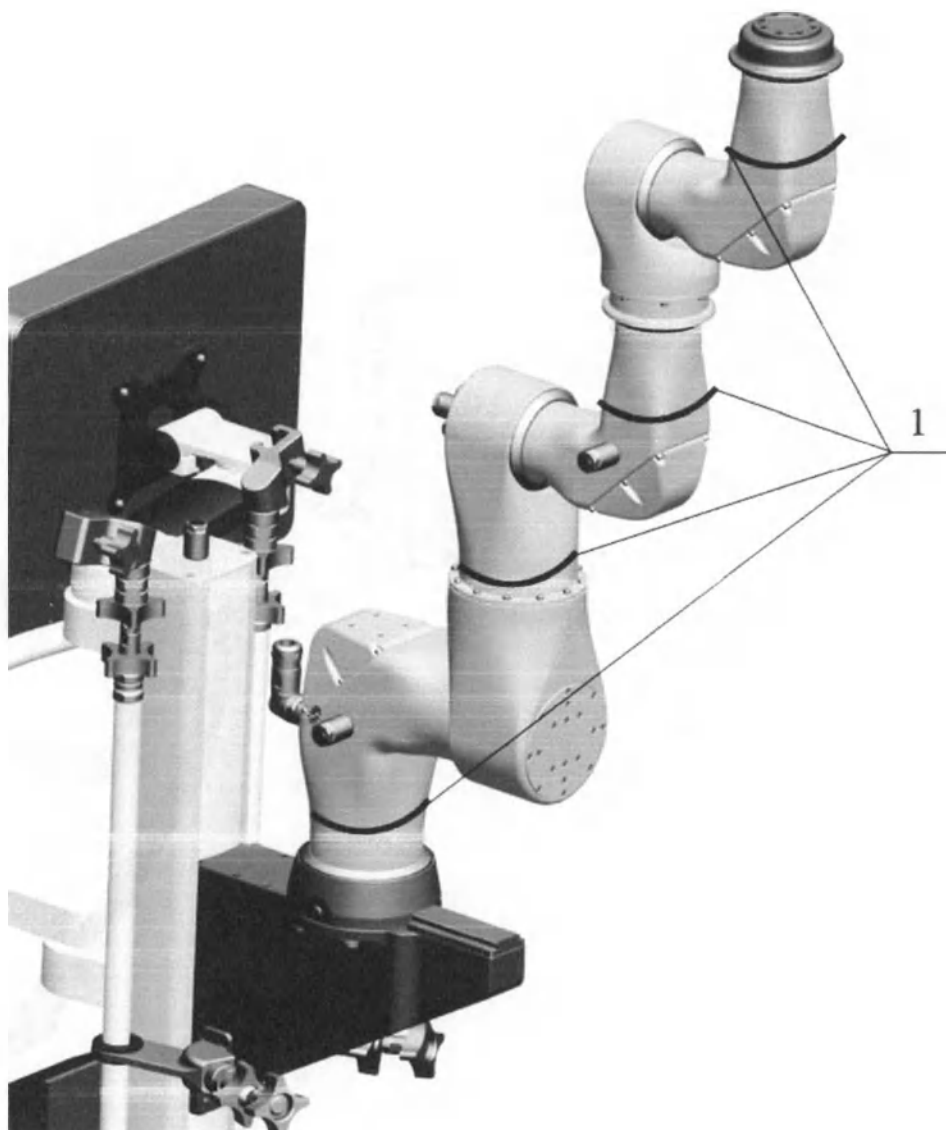

Рисунок 33 - Места подвязки стерильного чехла манипулятора прибора
б) Руками в стерильных перчатках, подвязать (рисунок 33) стерильный чехол лентами Lohmann & Rauscher international GmbH & Co ref-33116 (или доступным аналогом) в четырех местах (1).